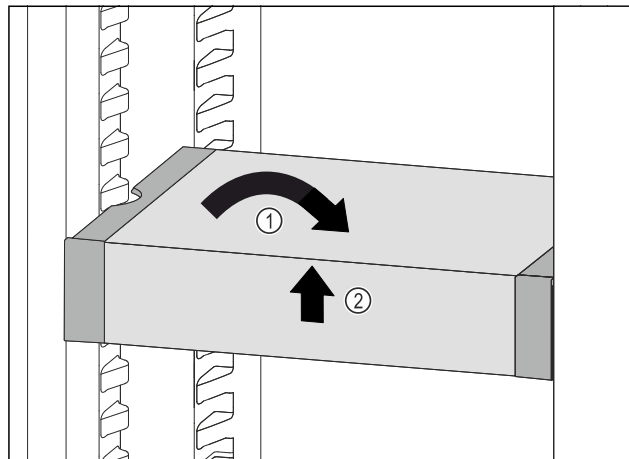

Fig. 105
- ▶ Изправете VarioSafe. Fig. 105 (1)
- ▶ Повдигнете VarioSafe отпред. Fig. 105 (2)